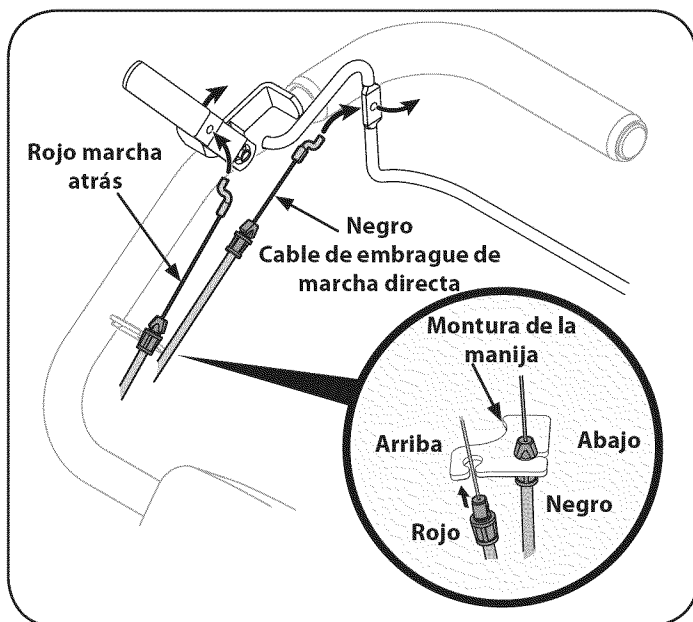

Figura 3
1. Calce las abrazaderas del conducto del cable en el montaje del cable del manillar. La abrazadera roja (cable de marcha atrás) calza en la posición superior del manillar, y la abrazadera negra (cable de embrague/directa) calza en la posición inferior del manillar. Vea la Figura 3.